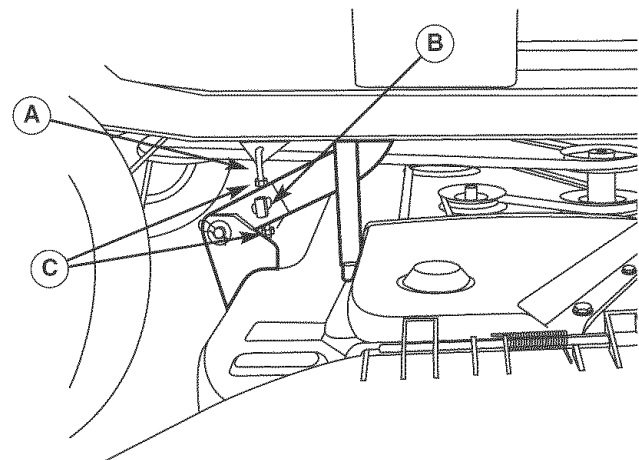

Figura 41. Ajuste de un Lado a Otro
6. Vea la Figura 41. El nivelado de un lado a otro se logra usando las varillas roscadas (A) y el muñón (B) en la parte posterior derecha e izquierda de la cubierta de la segadora. Afloje las contratuercas (C) y ajústelas hacia arriba o hacia abajo para ajustar el nivel de la segadora. Cuando termine, apriete las contratuercas unas con otras para sujetar el ajuste en su lugar.